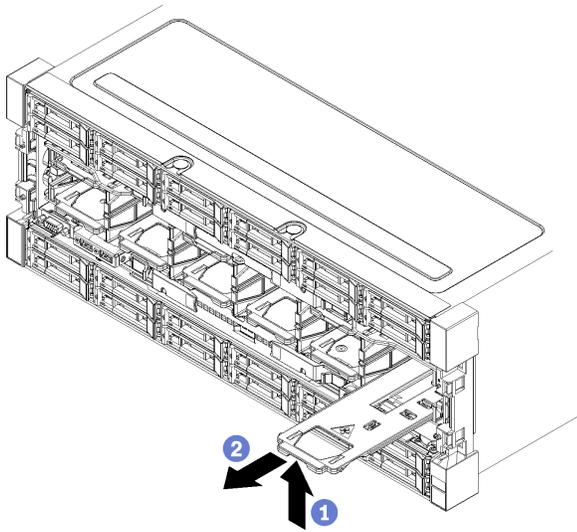

図 63. ファンの取り外し
- ステップ 1. ファンのハンドルをサーバーの中央に向けて内側に押し、ラッチをリリースし、ファンを前方に半分引き出した後 (106 ページの 図 63 「ファンの取り外し」を参照)、10 秒待ちます。